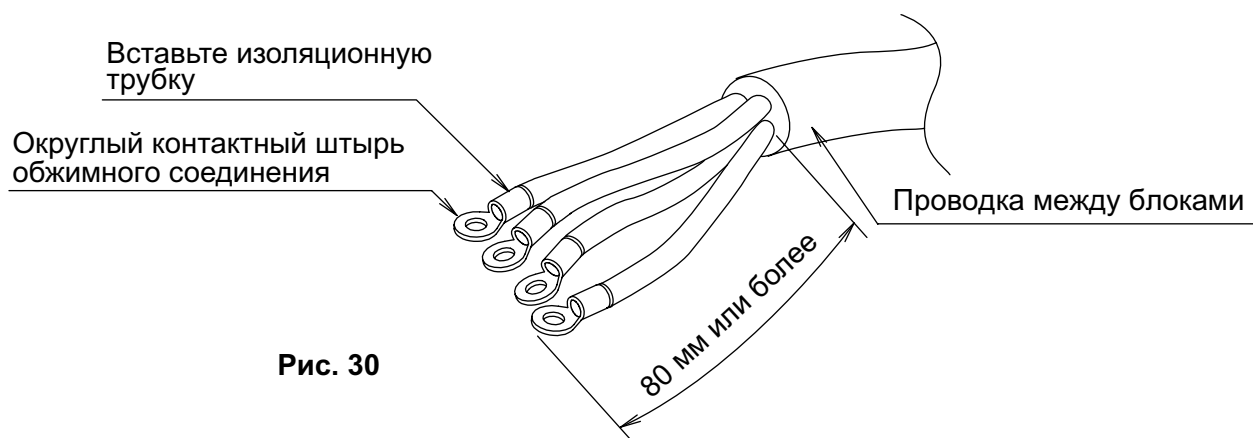

Рис. 30
- Расположите провода с достаточным провисанием между зажимом (4) и клеммной колодкой источника питания. (Используйте рис. 30 в качестве руководства и оставьте не менее 80 мм для удаления оболочки).
- Снимите крышку блока управления, втяните провода внутрь через отверстие и подключите их к клеммной колодке удаленного контроллера (6-контактной). (без контроля полярности) Надежно закрепите шнур удаленного контроллера поставленным зажимом (4).
- Расположите провода с достаточным провисанием между зажимом (4) и клеммной колодкой удаленного контроллера.
- После подключения нанесите уплотнительный материал (12).
(См. рис. 30)